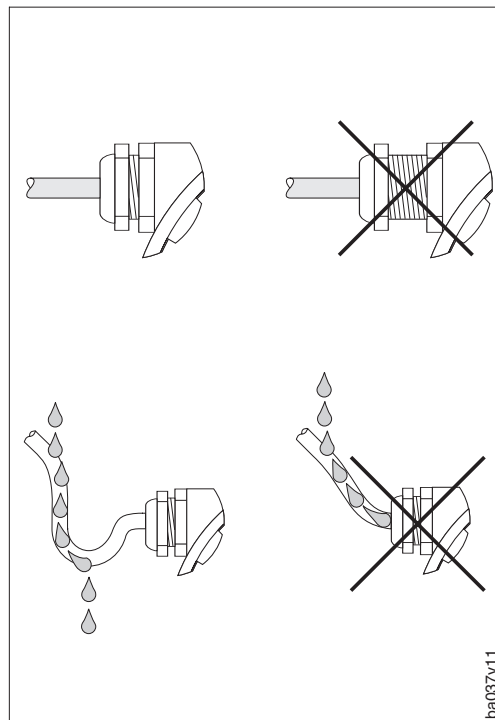

Abb. 2
- Kabeleinführung fest anziehen (s. Abb. 2).
- Kabel vor der Kabeleinführung in einer Schlaufe verlegen. Auftretende Feuchtigkeit kann so nicht zur Einführung gelangen (s. Abb. 2).